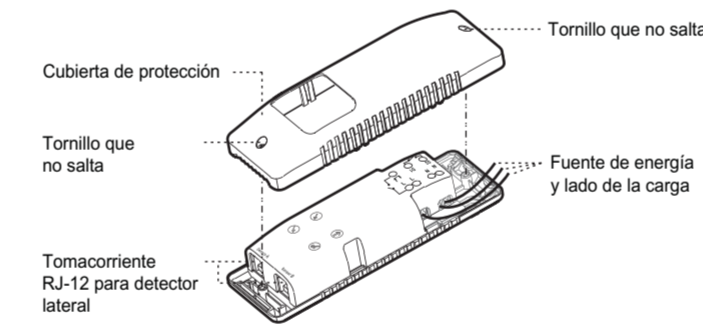

FIG. 13
3.3.2 Retire la cubierta de protección en el cuadro eléctrico con un destornillador. Los tomacorrientes RJ-12 son para conexión de detectores y los terminales son para energía y carga. Luego vuelva a colocar la cubierta de protección y atornillela firmemente (Ver FIG. 13).